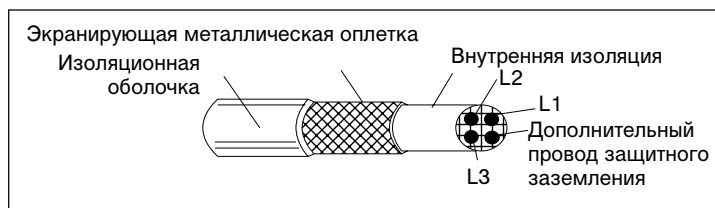

Рис. 8 Эффективное экранирование кабеля электродвигателя (например, кабели Ölflex-Servo-FD 780 CP, Lappkabel или МССМК, НК).
Общим правилом эффективности экранирования кабеля является следующее: чем лучше и плотнее экран кабеля, тем ниже уровень излучаемых помех. Пример эффективной конструкции кабеля показан на Рис. 8..
* Требуется эффективное экранирование кабеля двигателя в соответствии с Рис. 8.
Для ACS 101-4K1-1 и ACS 103-4K1-1 требуется кабель, изображенный на Рис. 8.
При наличии входного фильтра ACS100-FLT-C или ACS140-FLT-C кондуктивные помехи не выходят за допустимые пределы для класса неограниченного распределения в первой окружающей среде, установленные стандартом EN 61800-3 (EN 50081-1), при условии что кабель электродвигателя имеет эффективный экран (см. Рис. 8) и длина кабеля не превышает 30 м.
Длина кабеля электродвигателя не должна превышать значений, указанных в Таблица 6, при этом кабель должен иметь эффективный экран, показанный на Рис. 8. Со стороны электродвигателя экран кабеля должен иметь 360-градусное заземление с помощью кабельной муфты ЭМС (например, экранированной кабельной муфты Zemtrex SCG).